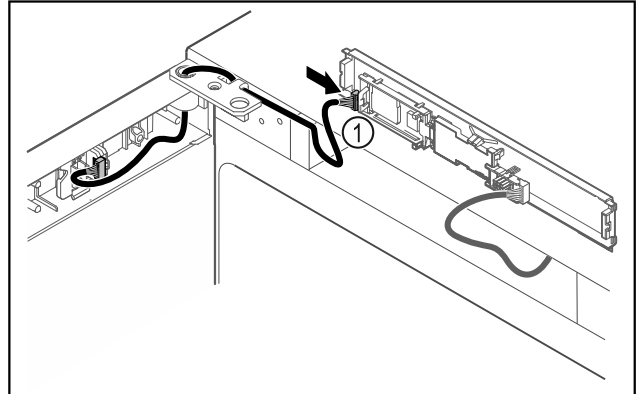

Fig. 45
- Συνδέστε το φιν Fig. 45 (1) στην πλακέτα.